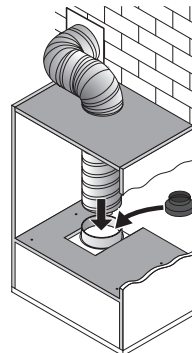

Рис. 3
4. Соедините воздуховод с выходом моторной группы вытяжки или адаптером 150/120. (Рис. 3) Выведите другой конец воздуховода в вентиляционную шахту.